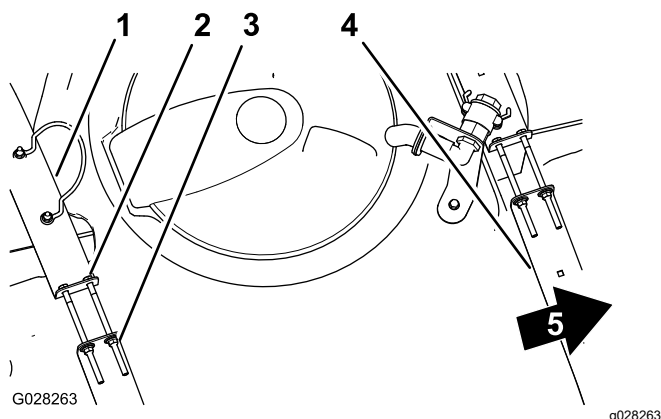

Figura 31
2. Verifique se há algum movimento entre as correias do depósito e o depósito (Figura 31).
3. Se as correias do depósito estiverem largas, aperte os parafusos e as porcas de bloqueio na parte superior das correias até estas ficarem justas à superfície do depósito (Figura 31).